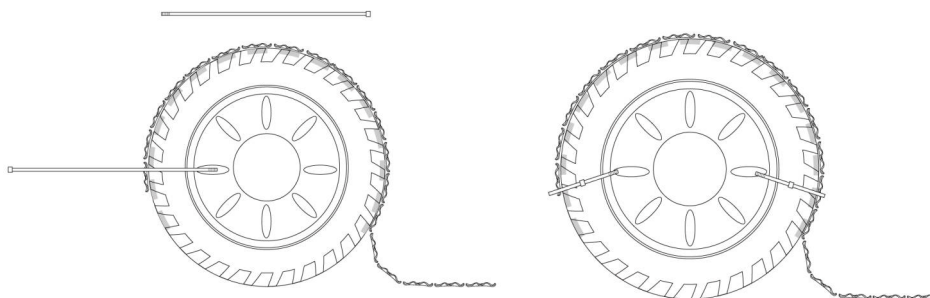

Fig. 3
3. Bloccare la prima e l'ultima piastrina che poggiano sul battistrada con le fascette apribili (H), lasciando libero il resto della catena (Fig. 3).